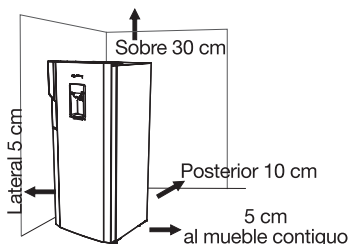

Fig. 1
• El refrigerador debe instalarse sobre un piso firme, nivelado y con suficiente espacio alrededor. Ver Fig. 1
la pared y la parte posterior del refrigerador (Condensador) una separación mínima de 10 cm. Ver Fig. 1